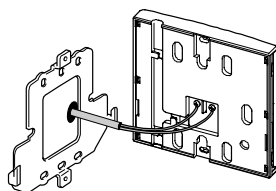
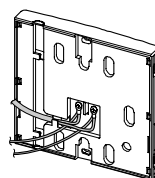

Fig. 3
Fig. 4
6. Fissare il Cavo di Collegamento al Comando Remoto come illustrato in Fig 3. I cavi di altri Comandi Remoti possono anche essere collegati ai terminali del Comando Remoto Cucina Deluxe (Fig. 4), senza doverli collegare direttamente all'Infinity. I Cavi di Collegamento non hanno polarità. Inserire il cavo in eccesso nella cavità della parete per evitare che resti fra la parete ed il Comando Remoto.